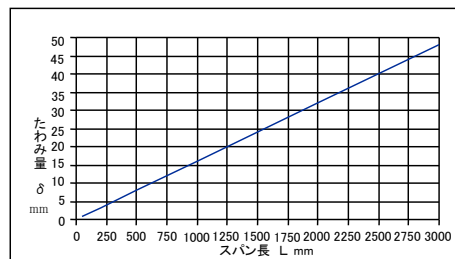

図 12 Vベルトの必要たわみ量（delta mm）
(3) Vベルトは、取付張力が不足するとスリップが発生しやすくなり、Vベルトの寿命に影響を与えます。また、張力が高すぎるとVベルトの寿命を縮めるだけでなく、軸荷重が過大になり、軸受の寿命を縮めます。Vベルトの張り調整は次の手順により行います。
- ・たわみ量 (δ mm) はスパン長 (L mm) をはかり、図12より求めます。